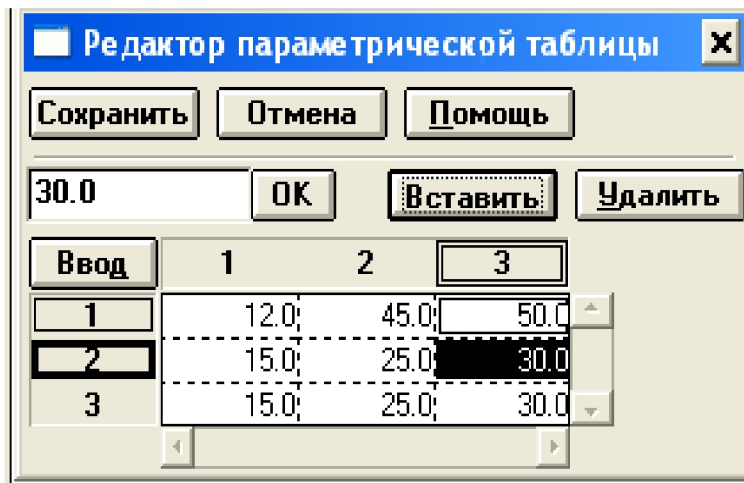

Рис.1.10. Редактирование таблицы параметров
- заполнить таблицу (на экране появится изображение таблицы с двумя одинаковыми строчками пронумерованных значений параметризованных размеров – см. рис.1.10);